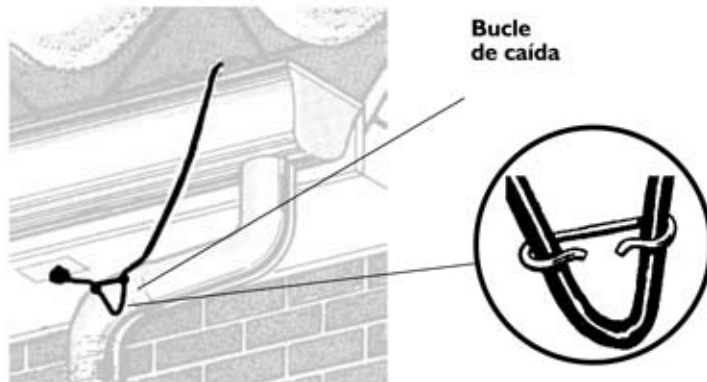

Figura 24. Haga un bucle de caída cerca del punto de partida
- Si no hay daño presente, **conecte el cordón de alimentación al contacto.** Con un espaciador, acomode el cable para formar un bucle de caída (Véase la Figura 24). El propósito del bucle de caída es prevenir que el agua escurra hacia el cordón de alimentación y hacia el contacto.